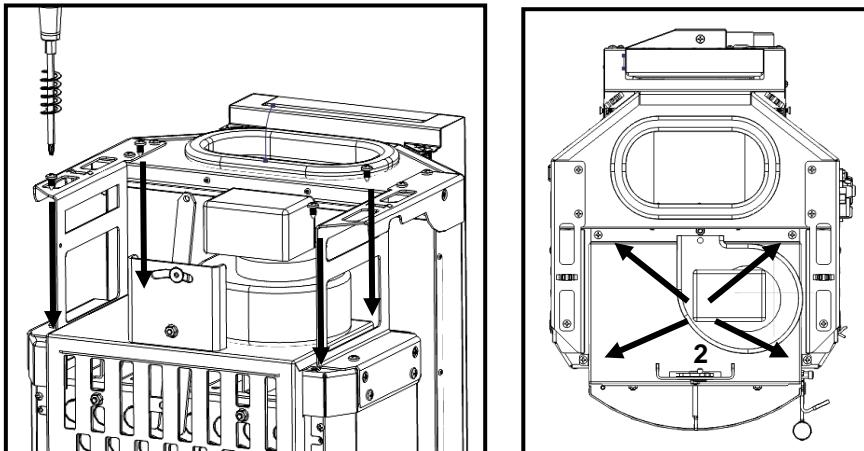

Figura 109 – Fixação do ventilador ao equipamento
e) Apertar o conjunto da Figura 109 na face superior da câmara de combustão utilizando 4 parafusos **A** (DIN 7981 5,5x13) nos furos preparados para o efeito (2).